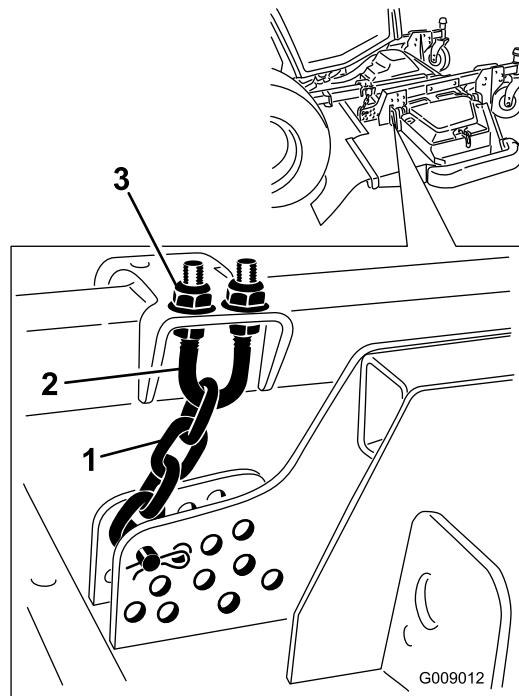

図 94
5. 刈高チェーンのUボルトの上側または下側についているジャムナットをゆるめる図94。